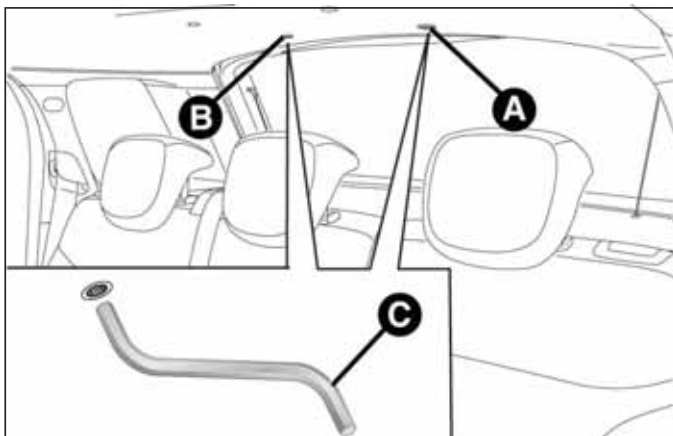

fig. 72
- ☐ **Movimiento de la cortina:** retirar el tapón de protección A fig. 72 situado en el revestimiento interior;